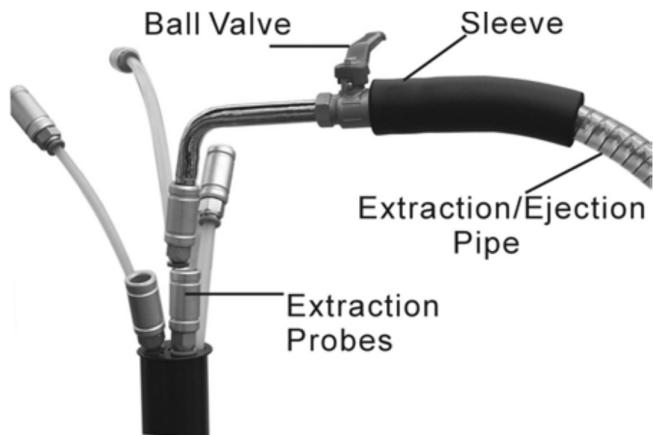

Fig. 2
2. Выберите подходящий по диаметру щуп (максимально большой из подходящих по диаметру к отверстию двигателя) и плотно установите на носик. (согласно Fig.2)
4. Откройте клапан на носике (на Fig.2), масло будет извлекаться в бак.
7. После завершения откачки, закройте клапан (на Fig.2)
2. Если вакуумирование не было проведено для бака, откройте дополнительно клапан (на Fig.2) для более быстрого перелива масла в бак.
3. Закройте клапан 1 (на Fig.1) и клапан (Fig.2) по завершению.